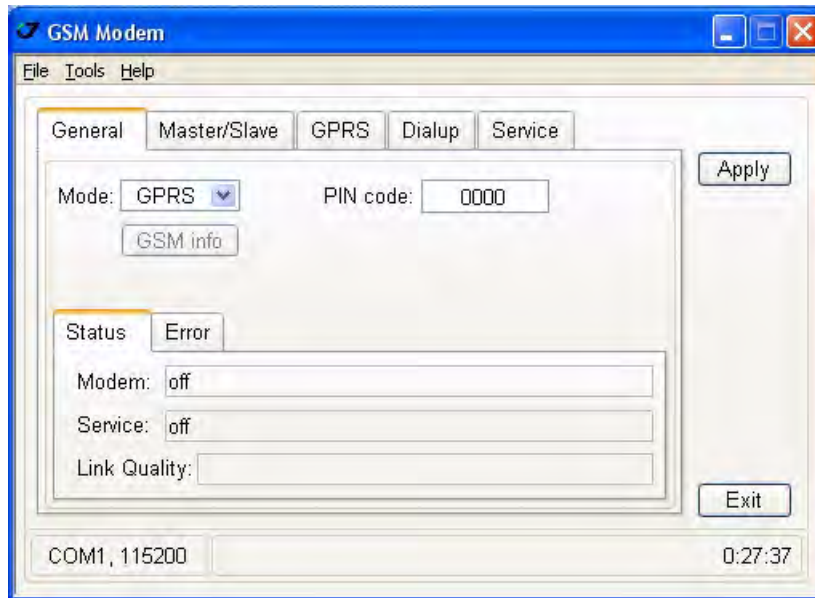

Рисунок 3-6. Закладка General
1. В закладке *General* установите следующие параметры (Табл. 4) и нажмите *Apply* (Рисунок 3-6 на стр. 47). В данной закладке отображается статус модема, сервисный статус и возможные ошибки.